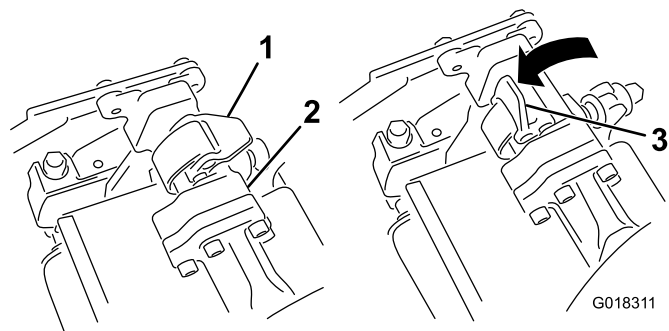

Figura 2
2. Con los enganches de la barra del brazo de suspensión abiertos (Figura 2), empuje hacia abajo el brazo de suspensión de modo que encaje sobre la barra superior del aireador (Figura 3).
3. Cierre los enganches para bloquear el aireador en su sitio (Figura 2)